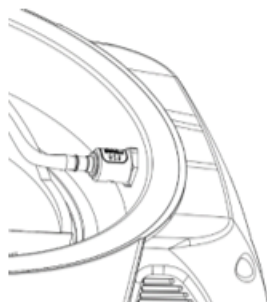
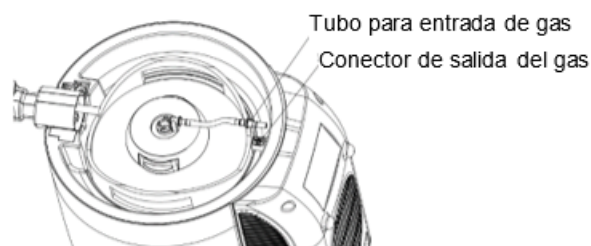

Figura 14
Figura 15
3. Presione y mantenga presionado el botón blanco en el conector de salida de gas para liberar la tubería de gas (como se muestra en la Figura 14), al mismo que presiona el botón extraiga la tubería para fuera del conector, manteniéndola acoplado por el otro extremo a la válvula de extracción (como mostrado en la Figura 15).